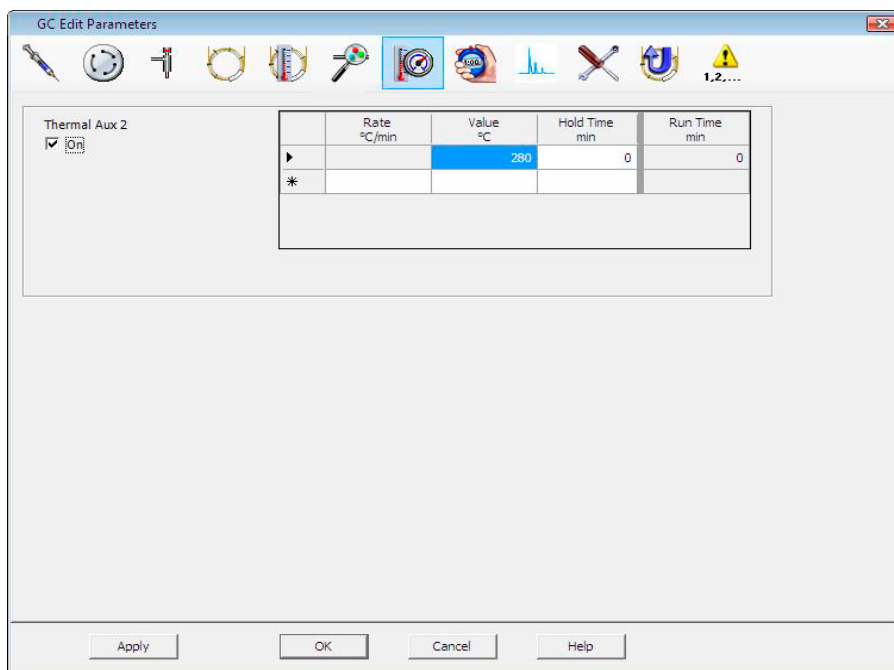

Рис. 16 Установка температуры устройства сопряжения
- 3 Нажмите **Aux** (дополнительно) для изменения температуры устройства сопряжения (Рис. 16).